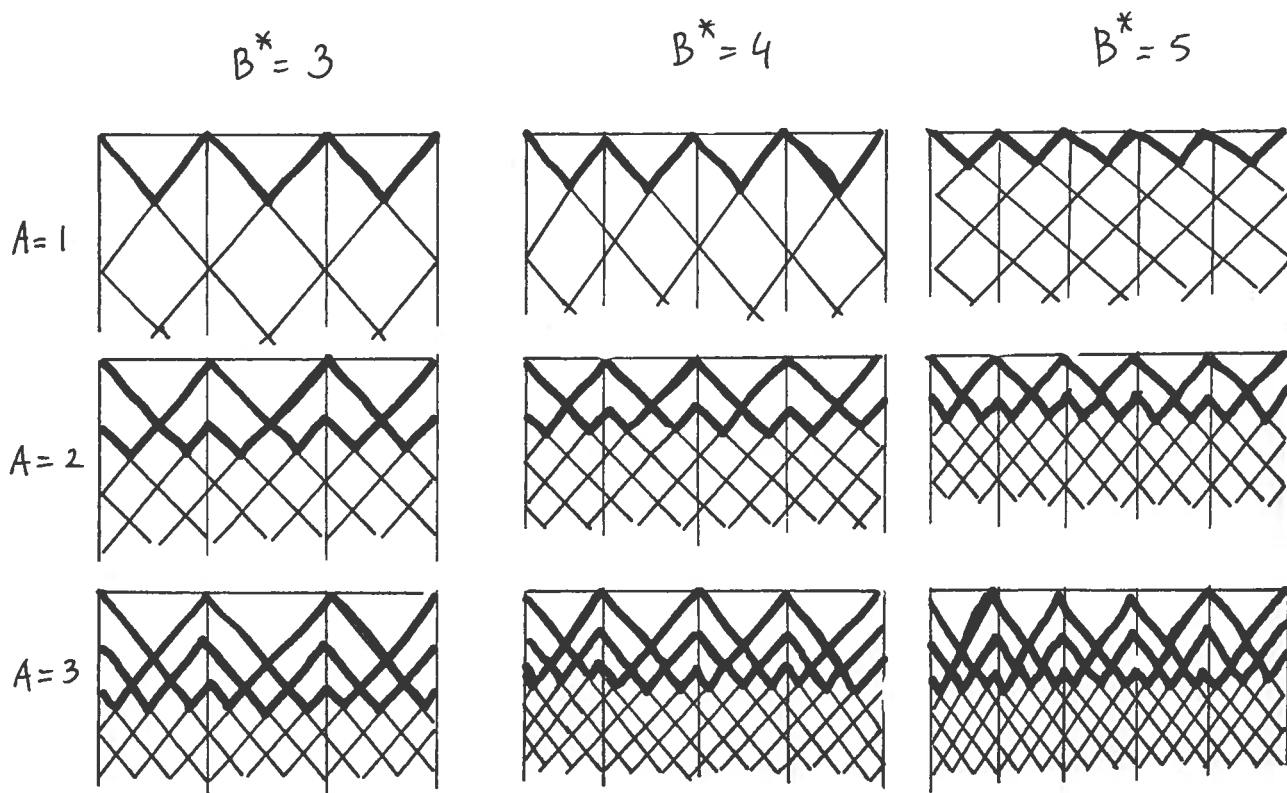

Fig. 1 Negen voorbeelden van NK-randen voor bepaalde waarden van B^* en A .
Als je een globe bekijkt, dan vallen twee punten direkt op. Dat zijn de Noord- en Zuidpool, want daar loopt een symmetrie-as doorheen. Een ander nogal opvallend aspekt van de globe is de evenaarlijn. Ook wel de equator genoemd. Bij bolbekleders kunnen we deze termen mooi gebruiken. Stel je hebt een bekleding van een bol. Rond elk der polen heb je dan de z.g **polaire openness**. Dat is het gat waaruit de symmetrie-as zou komen. Dat polaire gat wordt omsloten door een aantal bochten. Het aantal bochten koppelen we, even zonder opgaaf van reden, maar meteen aan de B^* -waarde van een Geneste Knoop (NK). Het zal in de loop van dit artikel wel duidelijk worden waarom dat kan. Als je het hebt over Geneste Knopen dan geeft B^* het **nestental** weer, maar een NK heeft ook een z.g **nestennummer** A . In Fig. 1 hieronder wordt voor een aantal waarden van B^* en A een dergelijke NK-rand getoond. Als je goed oplet zul je zien dat de "lengte" van zo'n rand bepaald wordt door het produkt van de getallen B^* en A . Als je er nu een strip regulier weefsel aan zou willen plakken, dan moet die rand van die strip (A keer B^*) bochten tellen. Die waarde noem ik de lengte van het **equatoriale weefsel**. Er is uiteraard ook een "breedte", die wordt door middel van het symbool x weergegeven, maar daar hebben we hier voorlopig nog niets mee te maken.